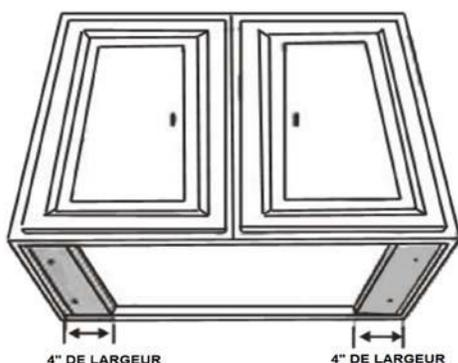

Figure 1
- Pour installer sous le placard avec fond encastré, attachez de larges bandes de remplissage de bois de 4" (non fournies) de chaque côté. Voir Figure 1.
3. Par l'intérieur de la hotte, placez les vis de montage au centre exact de chaque trou de passage et fixez-les au-dessous de l'armoire. Serrez toutes les vis jusqu'à ce qu'elles soient bien fixées. Soyez prudent lorsque vous utilisez un tournevis électrique afin de ne pas endommager la hotte. Dans le cas d'évacuation à la verticale, raccordez et fixez le conduit rond de 6" en métal (voir figure 1).
Dans le cas d'une évacuation à la verticale, raccordez et fixez le conduit rond de 6" en métal (comme à la figure 1) pour relier l'échappement sur la hotte à la canalisation. Utilisez du ruban pour conduits pour rendre tous les joints solides et étanches.